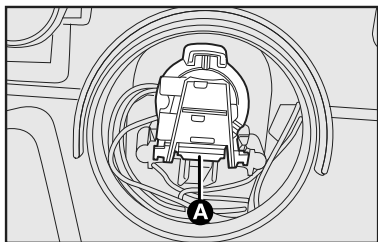

fig. 15
- pressionar o dispositivo de bloqueio **A-fig. 15** e extrair o porta-lâmpada;